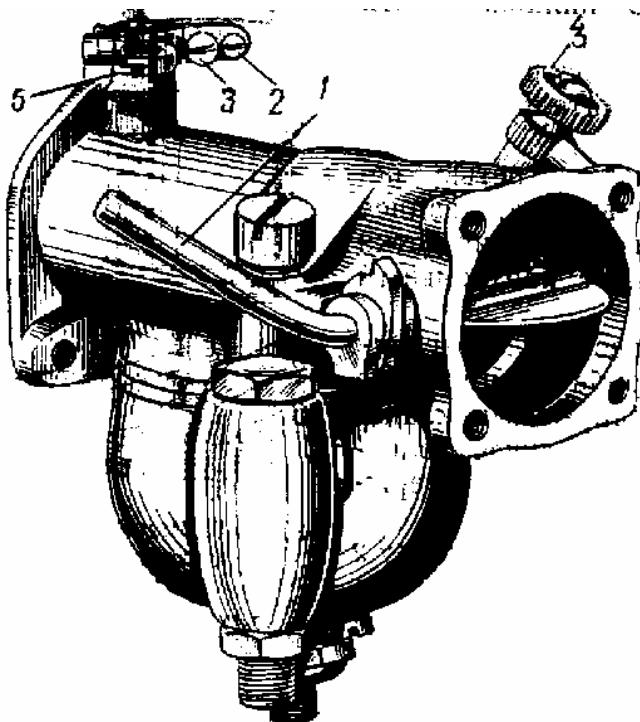

Рис. 36. Карбюратор мотоцикла Харлей-Дэвидсон:
1. Завернуть до отказа регулировочный винт 4 (рис. 36), затем отвернуть его на пять-шесть оборотов.